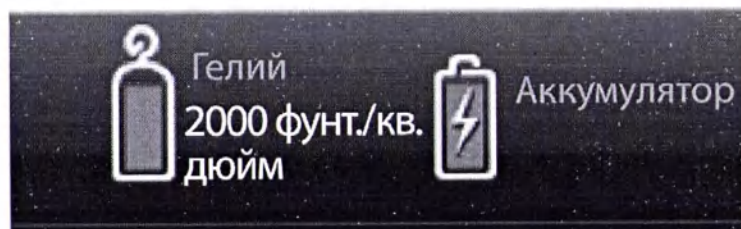

Рис. 5: Индикатор гелия и разъем для подключения питания
7. Распечатайте отчет о статусе терапии (необязательный), прикоснувшись к зоне гемодинамических данных на дисплее, с последующим нажатием клавиши Печать для распечатки отчета. См. рис. 5.